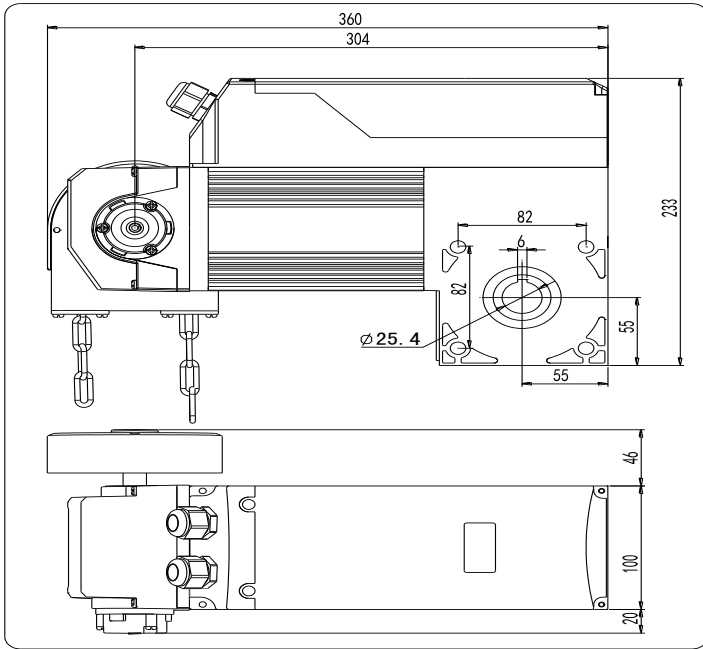

图 1
- ①电控箱：电控箱为开、关、停三个按钮分别进行控制；具有红外、安全气囊、小门开关等多种接口，开门优先功能。
- ②遥控控制（选配件）：采用滚码遥控器，无重码，具有良好的保密性能。
- ③急停按钮：控制箱上设置有急停按钮，遇紧急情况可快速切断控制回路电源，保护人、机安全。
- ④过载保护功能，开门机过载堵转3秒内能自动停止运行。
- ⑤具备相序保护功能，保护电动机的运行安全。
- ⑥电子限位：绝对值多圈编码器精度高，调试方便，稳定可靠。
- ⑦显示屏：可设置自动保护时间、自动关门时间、气囊的常开常闭等；可显示门运行的状态等；具备故障代码指示功能。
- ⑧万向手动链：可以实现360° 旋转，方便安装使用。
3、外形尺寸（见图1）